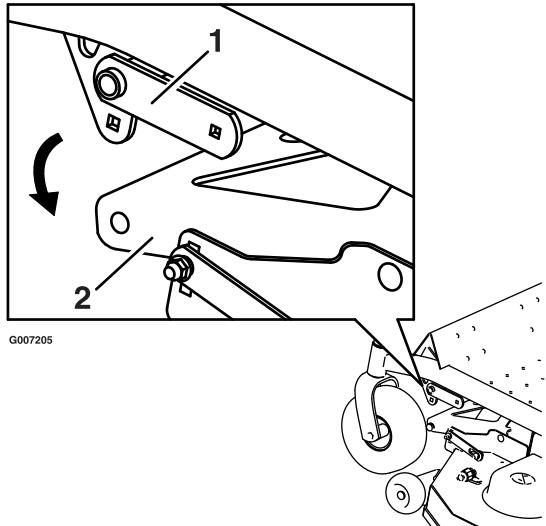
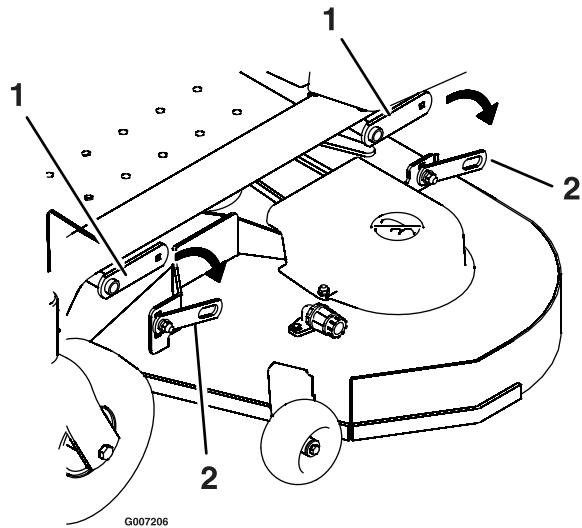

Figura 53
Figura 54
4. Rimuovete la bulloneria dalla staffa e dal braccio di sollevamento del piatto di taglio su entrambi i lati del piatto (Figura 53).
5. Rimuovete il dado, il bullone e la boccola girevole dal montante del piatto di taglio (Figura 53). Abbassate con cautela la parte anteriore del piatto di taglio fino al suolo (Figura 54).
- Utilizzate la bulloneria a disposizione per fissare il montante del piatto di taglio posteriore al braccio di sollevamento del piatto (Figura 54).
- Fissate la bulloneria della staffa e del braccio di sollevamento del piatto di taglio su entrambi i lati del piatto (Figura 53).